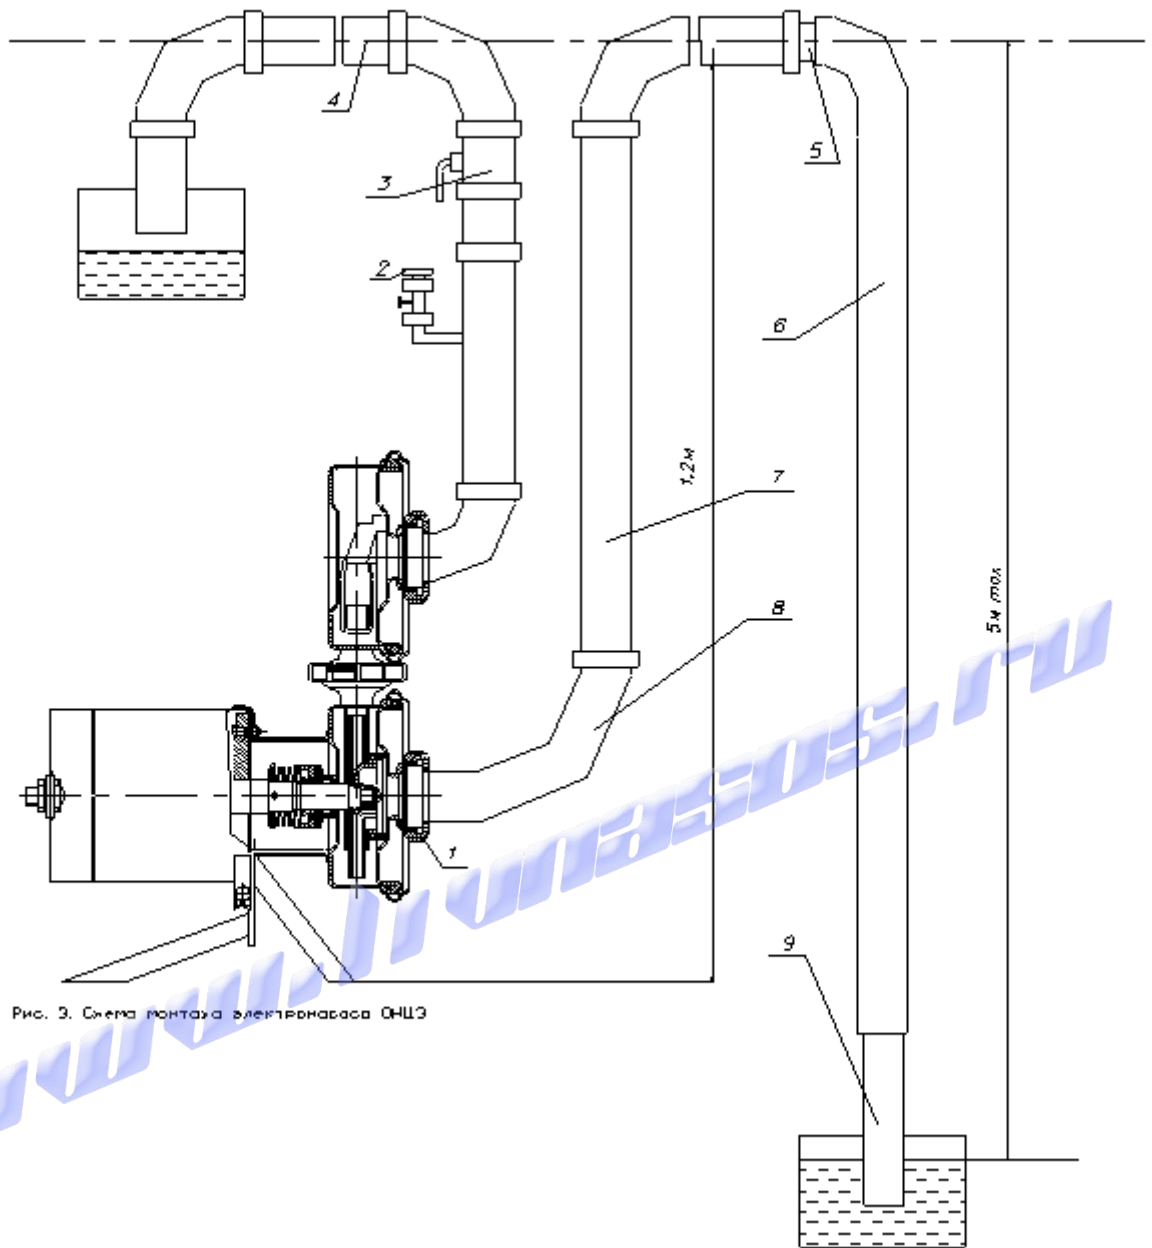

Рис. 3. Схема монтажа электронасоса ЭНЦЭ
5.4 Насос присоединить к трубопроводам по схеме, приведенной на рис.3. Трубопроводы, в особенности всасывающий, должны быть герметичными. Всасывающий трубопровод желательно делать как можно короче: чем меньше его сопротивление, тем больше производительность насоса. В присоединенный к трубопроводам насос залить через воронку моющий раствор и произвести его безразборную мойку вначале моющим раствором, а затем горячей водой, при этом устранить все течи в трубопроводах, после чего насос готов к эксплуатации.
6.2 Произвести запуск насоса и, перенося всасывающее сопло 9 (рис.3) с одной емкости в другую, откачивать из них жидкость.
Насос медленно всасывает жидкость.	Напорный трубопровод имеет воздушные мешки. Не выдержана высота 1,2 м горизонтальных участков всасывающего и нагнетательного патрубков (см. рис. 3). Излишне длинный и большой диаметр всасывающего трубопровода.